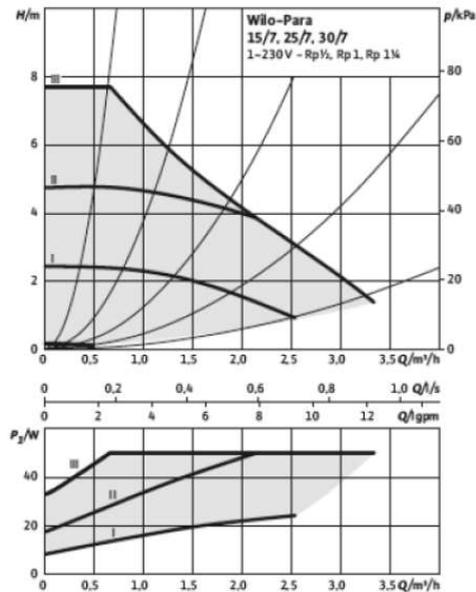

Figura 82 – Desempenho da bomba – Velocidades constantes I, II e III
- Seleção da curva característica (I, II e III - Figura 82) dentro do modo de controlo.